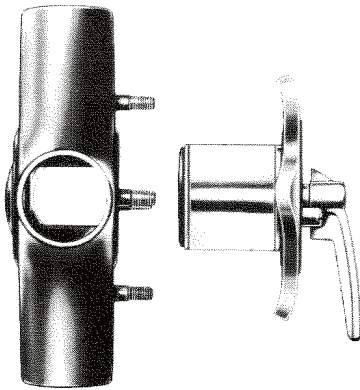

Abb. 4 Durch zu starkes Anziehen der Sechskantmuttern verformter Mischerdeckel
3. Die beiden Sechskantmuttern gleichmäßig, jedoch nicht zu fest anziehen (bei zu großem Anzugsmoment verformt sich der Deckel und dichtet dann nicht mehr richtig ab, Abb. 4).